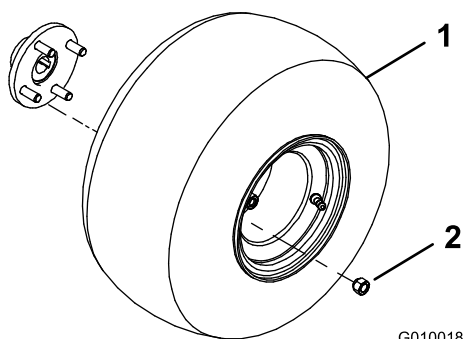

Figura 3
2. Montați un ansamblu de roată pe fiecare butuc al roilor spate (Figura 3).
3. Montați prezoanele (Figura 3) și strângeți-le la un cuplu de 61 - 75 N·m.